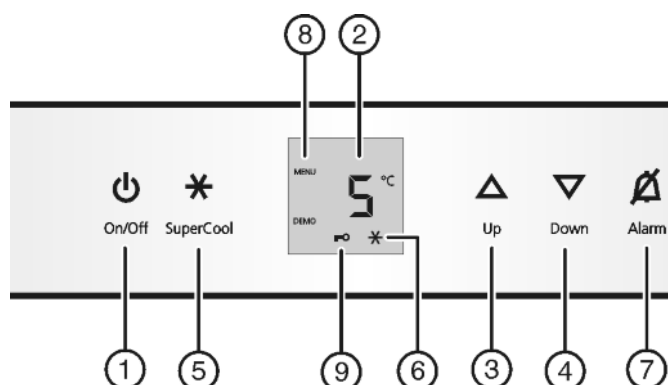

Fig. 2
- ▶ Stiskněte tlačítko On/Off *Fig. 2 (1)*.
- ▶ Zapnutí režimu nastavení: Stiskněte Tlačítko SuperCool *Fig. 2 (5)* asi na 5 sekund.
- ▶ Pro zapnutí dětské pojistky krátce stiskněte tlačítko SuperCool *Fig. 2 (5)*.
- ▶ Pro vypnutí dětské pojistky krátce stiskněte tlačítko SuperCool *Fig. 2 (5)*.
- ▷ Symbol dětské pojistky *Fig. 2 (9)* svítí. Na displeji bliká **c**.
- ▷ Symbol dětské pojistky *Fig. 2 (9)* zhasne. Na displeji bliká **c**.
- ▶ Ukončení režimu nastavení: Stiskněte tlačítko On/Off *Fig. 2 (1)*.
- ▶ Stiskněte tlačítko Alarm *Fig. 2 (7)*.
- ▶ Nastavení vyšší teploty: Stiskněte seřizovací tlačítko Up *Fig. 2 (3)*.
- ▶ Nastavení nižší teploty: Stiskněte seřizovací tlačítko Down *Fig. 2 (4)*.
- ▶ Krátce stiskněte tlačítko SuperCool *Fig. 2 (5)*.
- ▷ Symbol SuperCool *Fig. 2 (6)* na ukazateli svítí.
- ▶ Krátce stiskněte tlačítko SuperCool Fig. 2 (5).
- ▷ Symbol SuperCool Fig. 2 (6) na ukazateli zhasne.